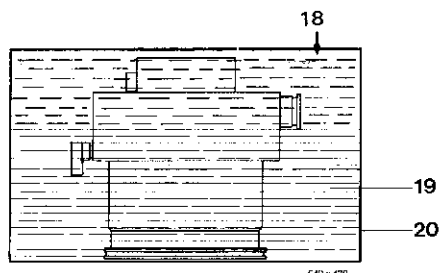

Fig. 15
- Pumpe senkrecht, mit Anschlußflansch nach unten, in passenden Behälter stellen (Fig.15).
- Place the pump vertically into a suitable vessel, with the intake flange pointing downward (Fig.15).
- Poser la pompe verticalement, la bride de vide élevé vers le bas, dans un récipient de taille adéquate (Fig. 15).